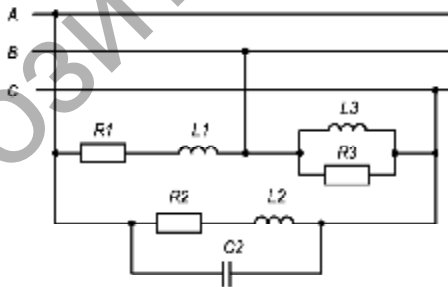

Рисунок 3.14
**Задача 3.9.** Определить фазные и линейные токи, активную, реактивную, полную мощности и коэффициент мощности трёхфазной нагрузки (рис. 3.14). Построить векторную диаграмму, используя исходные данные таблицы 3.8.